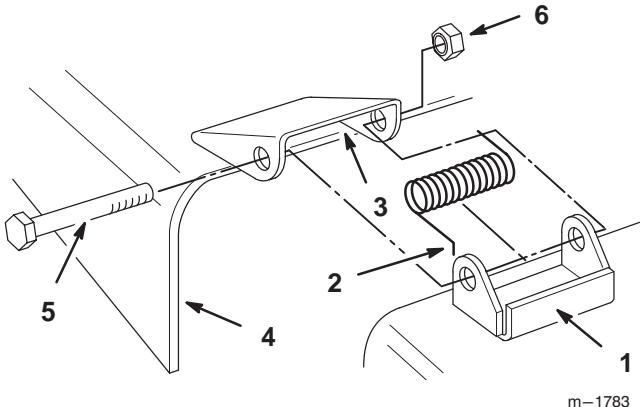

Figure 49
1. Enlevez le contre-écrou, le boulon et le ressort qui fixent le déflecteur aux supports du plateau de coupe (Fig. 49). Enlevez le déflecteur s'il est endommagé ou usé.
2. Placez les ressorts dans les supports du plateau de coupe, les extrémités crochues étant engagées sur la partie arrière surélevée (Fig. 49).
3. Placez le déflecteur en face des trous des supports, et les extrémités droites des ressorts dans l'espace sous la charnière et au-dessus du déflecteur (Fig. 49).